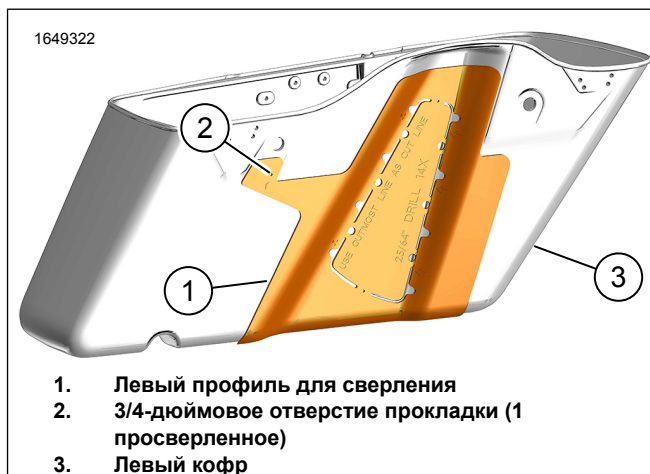

Рисунок 20. Шаблон для сверления левого кофра
1. См. рис. 20. Повторите процедуры 1–8 с правого кофра.